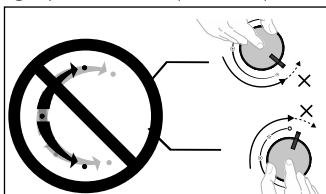

Figura 34
- No haga fuerza a las perillas más allá del tope de ABIERTO y CERRADO. (Ver figura 34).